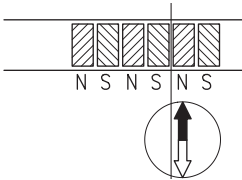

Abb. 8: Ermittlung der Polarität. Trennung des Magnetbandes.
- Wenn erforderlich mit Kompaßnadel kontrollieren, wo sich die Pole am Magnetband befinden (Abb. 8).